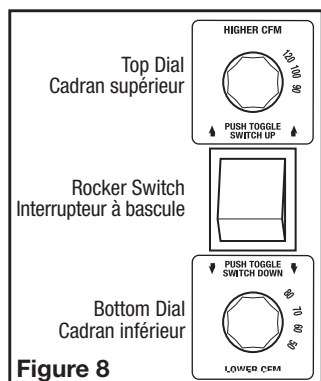

Figure 8
2. **For setting of 50 CFM to 80 CFM:** Place the rocker switch in the "Lower" position and set the bottom dial to the required CFM (Figure 8).
3. **For settings of 90 CFM to 120 CFM:** Place the rocker switch in the "Higher" position and set the top dial to the required CFM (Figure 8).
2. **Pour le réglage de 50 PCM à 80 PCM:** Placez l'interrupteur à bascule dans la position « Lower » et réglez le cadran inférieur sur le PCM requis (Figure 8).
3. **Pour les réglages de 90 PCM à 120 PCM:** Placez l'interrupteur à bascule dans la position « Higher » et réglez le cadran supérieur sur le PCM requis (Figure 8).